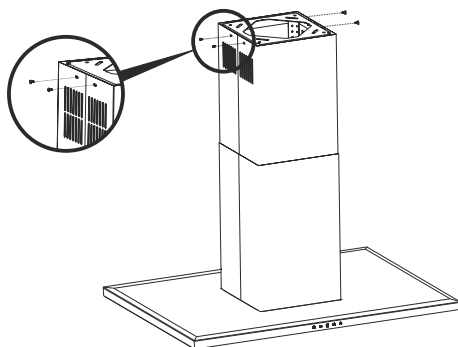

Fig. 15
2. ➔ Fissare la lamiera interna sui due lati della piastra di collegamento a soffitto con 4 viti (Fig. 15).